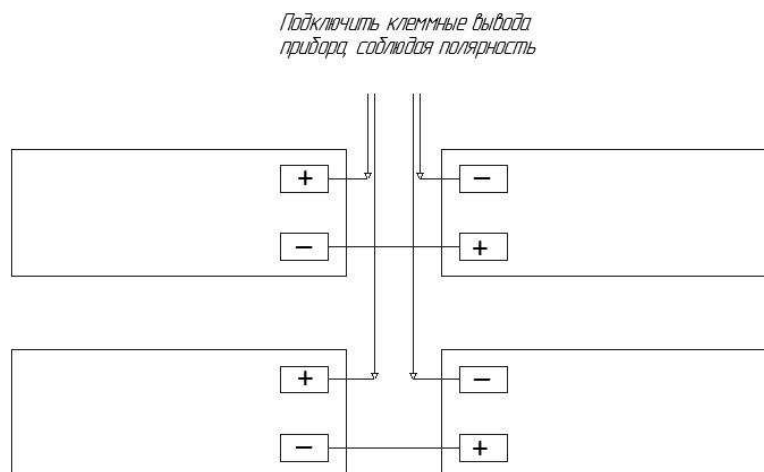

Рис. 2 Схема подключение АКБ
2.6. При отключении питания от сети переменного тока прибор автоматически переходит на питание от резервных аккумуляторов (**эксплуатация прибора без подключенных аккумуляторных батарей запрещена**). Схема включения АКБ приведена на рис. 2.